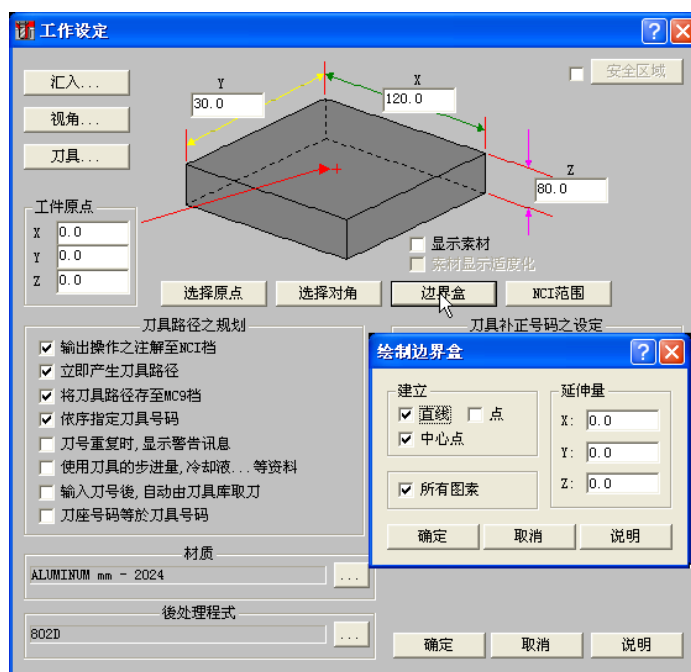

图 1-68 边界盒设定
- 2) 在主菜单区依次单击“刀具路径”“工作设定”、设定 X120、Y30、Z80，单击“边界盒”，弹出“绘制边界盒”对话框，参数默认，单击“确认”，绘出刚才文字的边界盒，如图 1-68 所示。